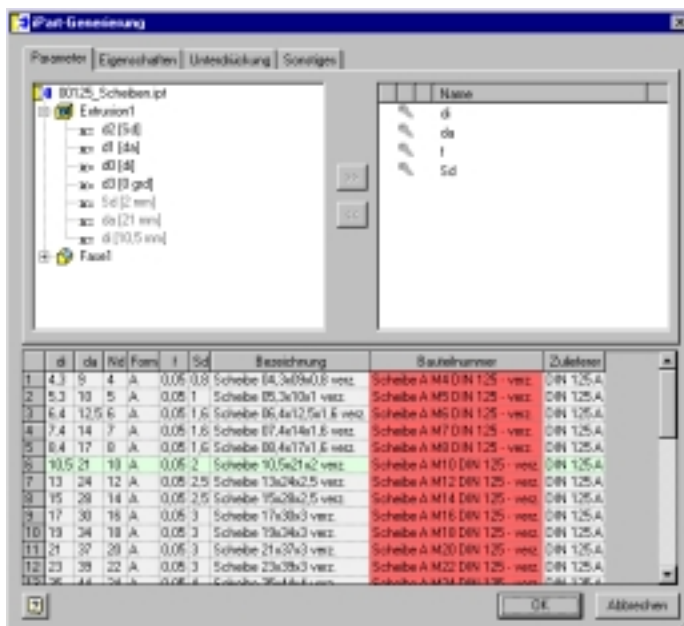
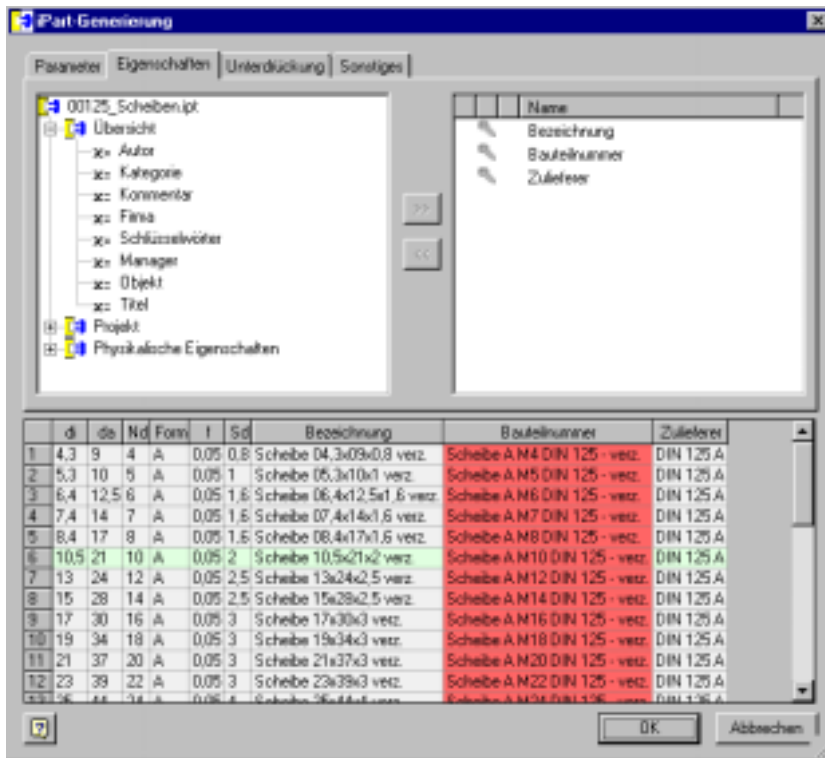

Bild 2
Bild 3
2. Wenn die Parameter definiert sind, kann die I-Part Tabelle hinzugefügt werden. Dabei sollte bei der ersten Erstellung mit Hilfe der von Inventor bereitgestellten Tabellen-Software gearbeitet werden. Im ersten Schritt müssen alle notwendigen Parameter und Hilfsgrößen in die Tabelle aufgenommen werden → Beispiel im Bild 2. Zusätzlich können, wie im Bild 3 dargestellt, von Inventor zur Verfügung gestellte Definitionen der Eigenschaften verwendet werden.
- Um die Eingliederung in die Menzi Muck Umgebung zu gewährleisten, müssen die in Bild 3 aufgeführten Spezifikationen in jedem I-Part File enthalten sein. Dabei werden allen Daten aus den Spalten, wie in der nachfolgenden Tabelle gezeigt, in das Eigenschaftsfeld übernommen. Zusätzlich gewährleistet diese Vorgehensweise die automatische Erzeugung der Stückliste und in der Folge des Mutationsbelegs.